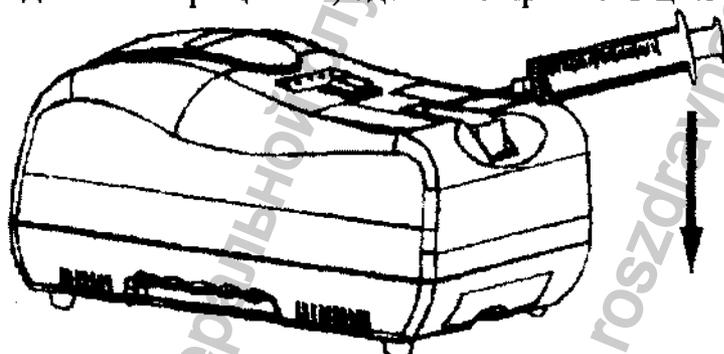

Рис.3
2.3.3 Для разрушения цилиндра шприца (см. рис. 3):
- далее начинайте давление на шприц вниз (см. рис.3), при этом сработает индикатор деструкции цилиндра шприца и начнет работать электропила;